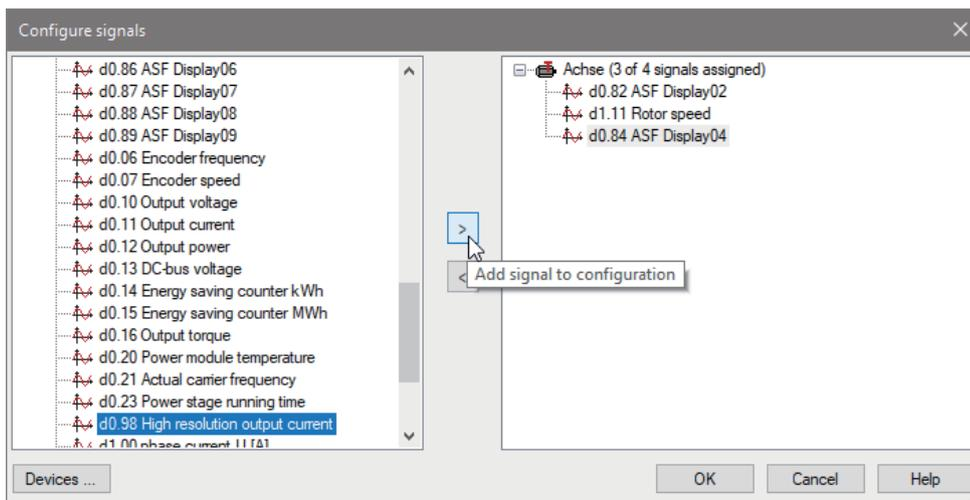

图 19: 添加信号
- ▶ 标记信号，然后单击“>”，将以下信号添加到测量中（请参见图 19: 添加信号）。